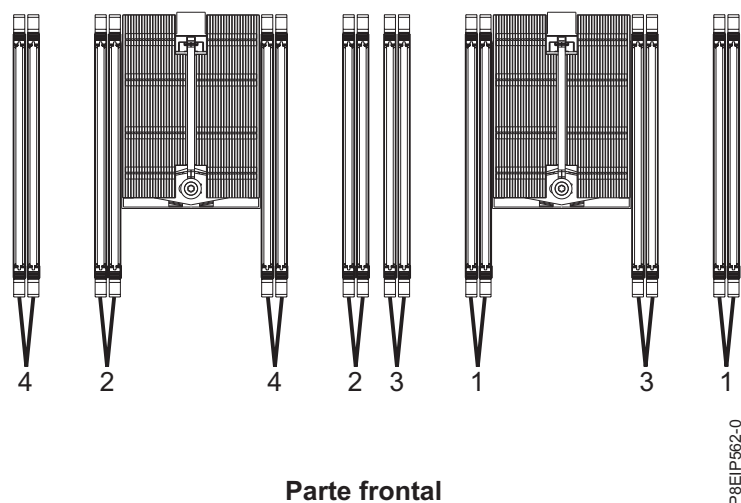

Figura 19. Ubicaciones de ranuras de memoria y orden de conexión
- Los DIMM de memoria deben añadirse en orden. Utilice Tabla 4 en la página 21 y Figura 19 en la página 21 para determinar la colocación de la memoria.